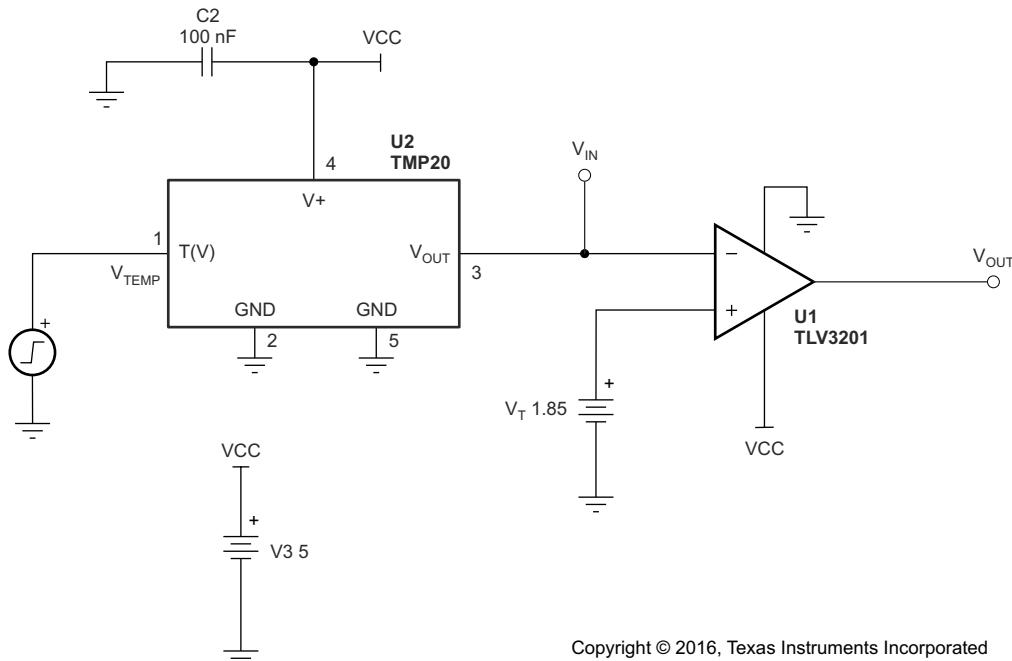

図 8-9. 高精度アナログ温度スイッチとして構成された TLV3201 および TMP20
**TMP20** と **TLV3201** を高速温度スイッチとして設計した例を、図 8-9 に示します。TMP20 はアナログ出力温度センサで、温度に応じて出力電圧が低下します。出力がクリティカルトリップのスレッショルドに達すると、コンパレータの出力がトリップされます。